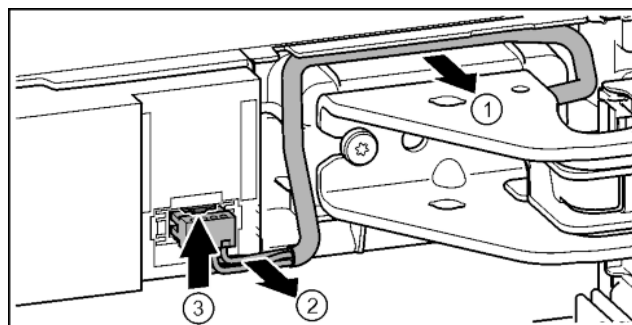

Fig. 20
- Kabel via de lagerbus voorzichtig uit de geleiding losmaken. Fig. 20 (1)
- Kabeldraad voorzichtig uit de schacht trekken. Fig. 20 (2)
- Las naar boven duwen en stekker voorzichtig eruit trekken. Fig. 20 (3)